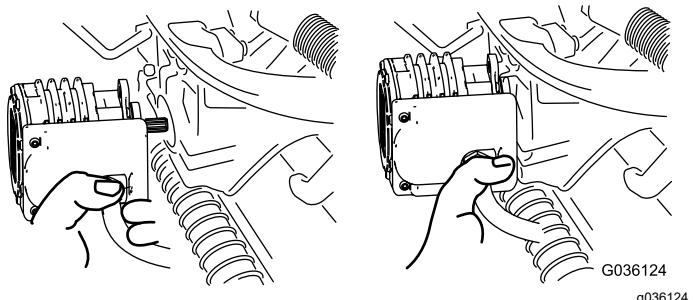

Figura 66
5. Mova o motor para o local de armazenamento na parte da frente do braço de suspensão (Figura 66).